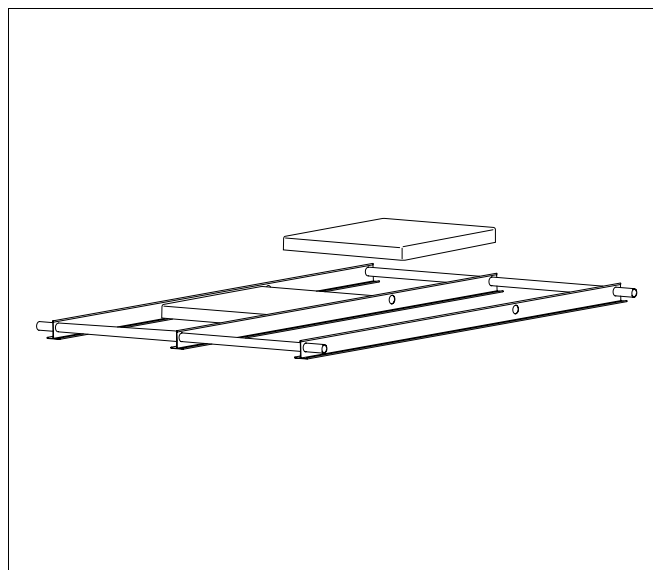

Fig. 23 Estabilize o suporte de base com estruturas para acesso
- ▶ Estabilize o suporte de base, colocando uma estrutura para acesso comum (Fig. 23) no lado dos perfis em T. Carregue as restantes estruturas para acesso apenas depois de concluída a montagem do suporte para telhados planos (veja o Capítulo 5.3 "Estabilize o suporte para telhados planos.", Página 26).